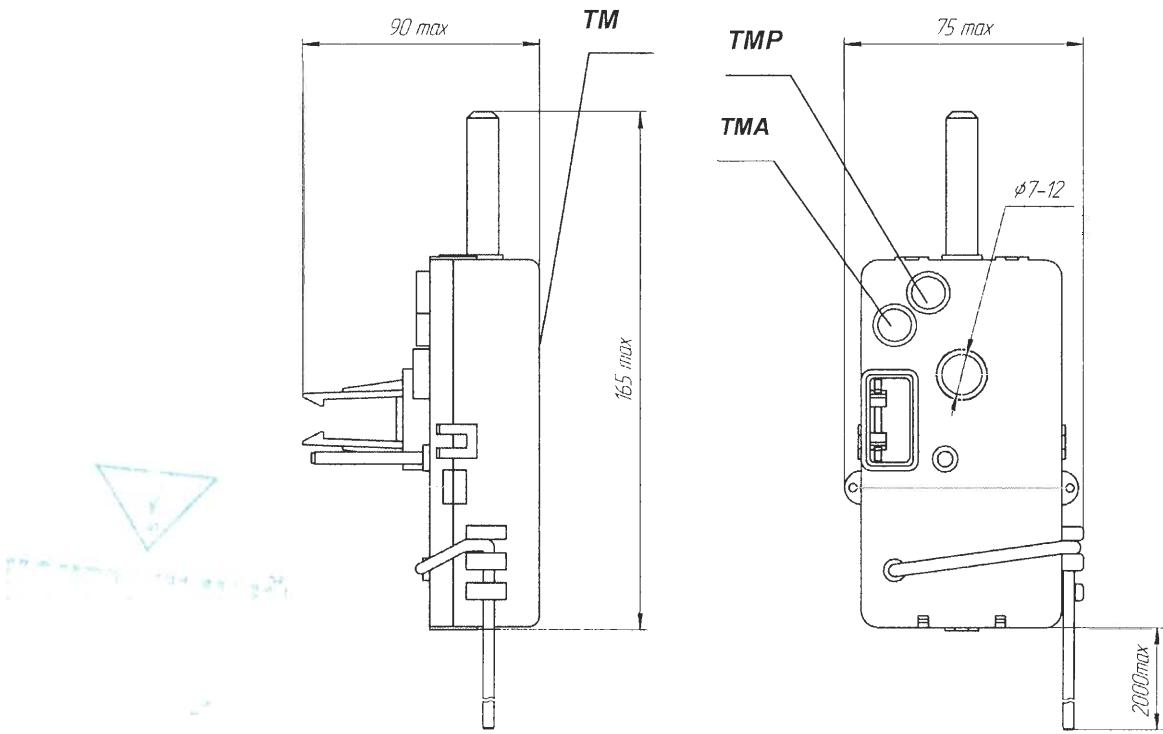

Рисунок 1 - Габаритные, установочные размеры и расположение индикаторов счетчиков
Габаритные размеры, мм, не более	см. рисунок 1
- мигание индикатора ТМ счетчика (см. рисунок 1) с частотой 1 раз в секунду;